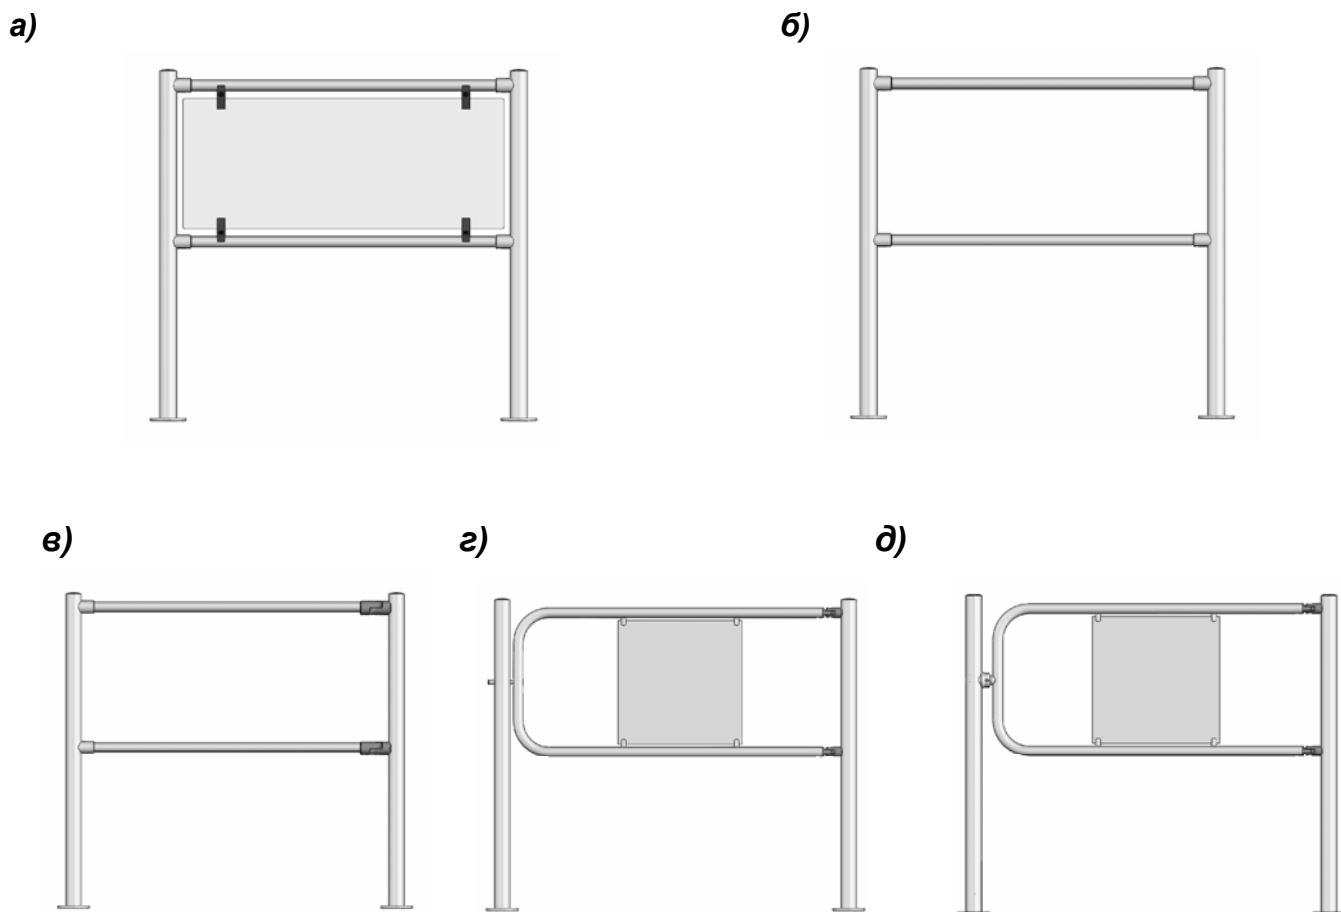

Рисунок 1 – Типы секций:
- **СТАЦИОНАРНАЯ СЕКЦИЯ ОГРАЖДЕНИЯ** со стеклом (см. рисунок 1,а) или без стекла (см. рисунок 1,б и 1,в), предназначенная для формирования зоны прохода или оформления интерьера;
Имеются две модификации – механическая (рис. 1,г) и автоматическая поворотные секции ограждения (рис. 1,д).